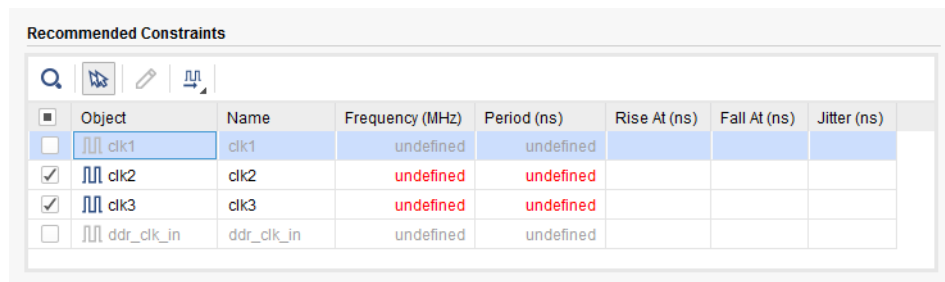

図 2-12: 推奨制約の作成と削除
図 2-12 では、clk1 および ddr_clk_in がオフになっており、スキップされます。
- [undefined] と表示されているセル (図 2-12 では clk2 および clk3 の [Frequency] または [Period]) をクリックし、値を入力します。